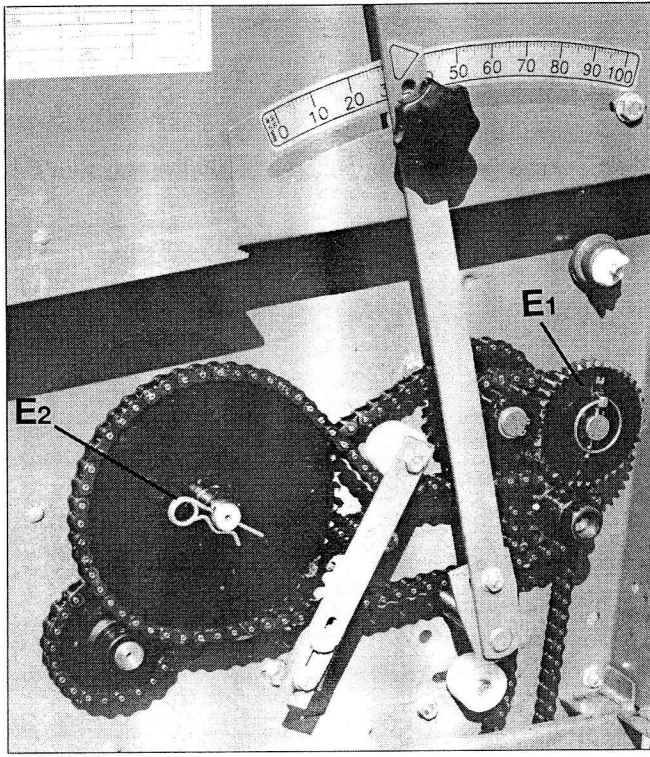

Fig. 23
- Rührwelle abschalten - Stecker **E2** (Fig. 23).
- Getriebe auf Oberaussaat umschalten (Zahnrad **E1** eingebaut, Fig. 23, Hinweis im Schutzblech).